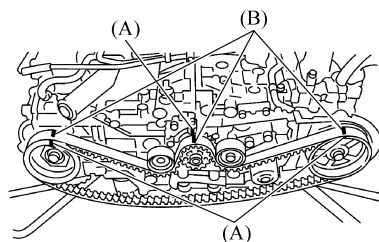

图 7-22 安装正时带并对齐正时标记
② 当正时带上的定位标记 (B) 和正时带轮上的标记 (A) 对齐时，安放好正时带，见图 7-22。